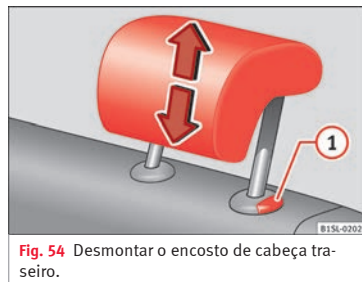

Fig. 54 Desmontar o encosto de cabeça traseiro.
- Extraia o encosto de cabeça por completo mantendo pressionado o botão » **Fig. 54 ①.**